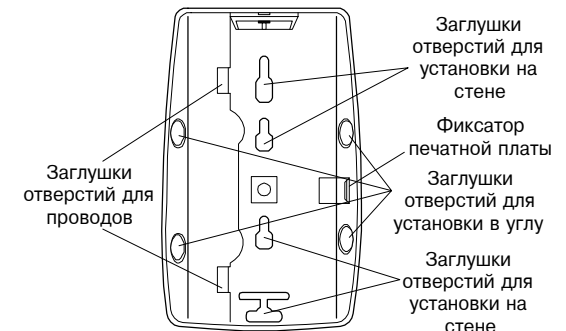

Рис.2
- Отожмите фиксатор печатной платы (см. рис.2), расположенный в правой части корпуса в центре и снимите плату влево, аккуратно удерживая ее за антенну.